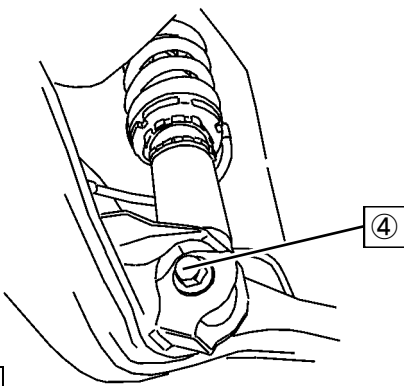

図4-1
④ダンパーロア取付ボルト（締付トルク：93N・m）を車両に取付けてください。（図4-1）